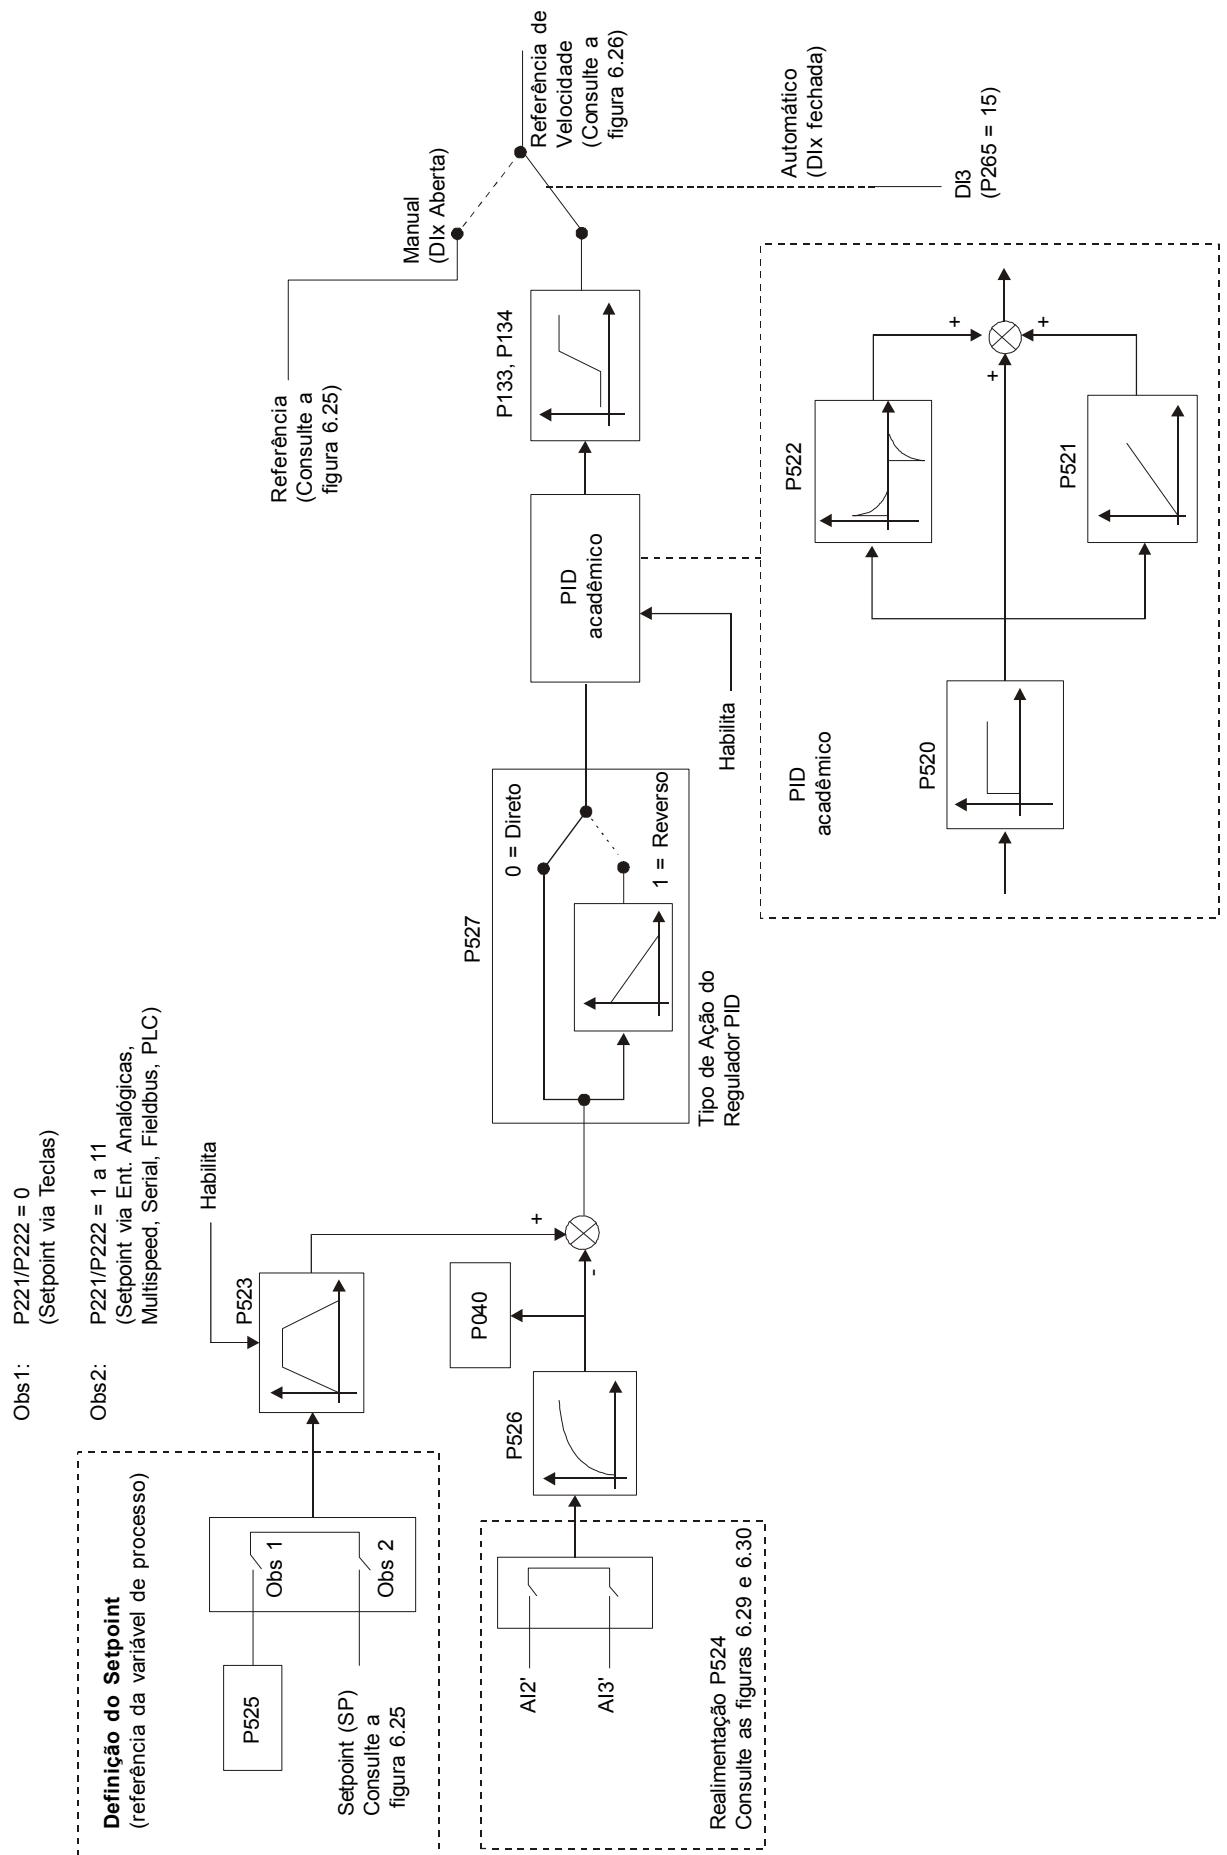

Figura 6.47 - Blocodiagrama da função Regulador PID Acadêmico
- A figura 6.47 apresenta o bloco de diagrama do regulador PID Acadêmico.
| P525 Setpoint PID pelas Teclas  e  | 0.0 a 100.0 [0.0] 0.1 % | <ul style="list-style-type: none"> <input checked="" type="checkbox"/> Fornece o setpoint via teclas  e  para o Regulador PID (P203 = 1), desde que, P221 = 0 (LOC) ou P222 = 0 (REM) e esteja em modo Automático. Caso esteja em modo Manual a referência por teclas é fornecida por P121. <input checked="" type="checkbox"/> O valor de P525 é mantido no último valor ajustado (backup) mesmo desabilitando ou desenergizando o inversor [com P120 = 1 (Ativo)]. <input checked="" type="checkbox"/> Quando o Regulador PID estiver no modo automático, o valor do setpoint passa ser via referência ajustada com P221(LOCAL) ou P222 (REMOTO). A maioria das aplicações com PID usam o setpoint via AI1 [P221 = 1(LOC) ou P222 = 1(REM)] ou via teclas  e  [P221 = 0(LOC) ou P222 = 0(REM)]. Consulte a figura 6.47. | | | | | | | | | | | | | | |